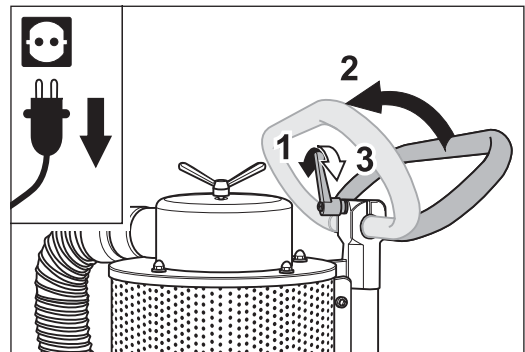

Fig. 35 Pour basculer la machine, débloquez tout d'abord le levier de serrage et rabattez l'étrier de maintien vers l'avant.
- 3 Desserrez le levier de serrage de l'étrier de maintien, rabattez l'étrier de maintien vers l'avant et resserrez le levier de serrage (fig. 35).